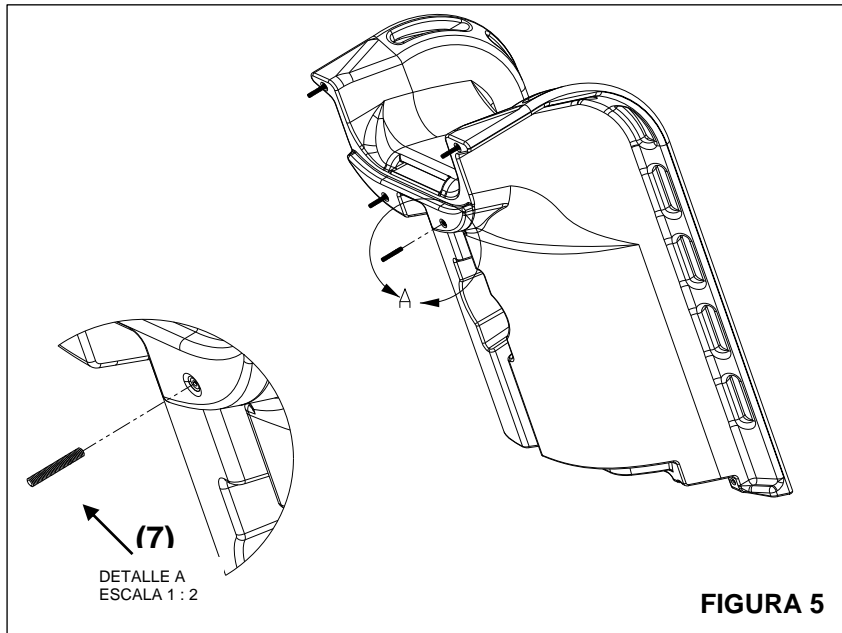

FIGURA 5
- 4) Introduzca los espárragos en cada uno de los insertos roscados, según se muestra en la Figura 5. Los espárragos se deben atornillar a mano hasta que lleguen al fondo del inserto. Si los espárragos no se pueden atornillar a mano, se pueden usar alicates. Antes de usar los alicates, coloque un pedazo de tela sobre el espárrago para proteger la rosca. **Nota: no olvide aplicar lubricante anti-atascamiento a todos los espárragos para evitar corrosión por frotamiento.**